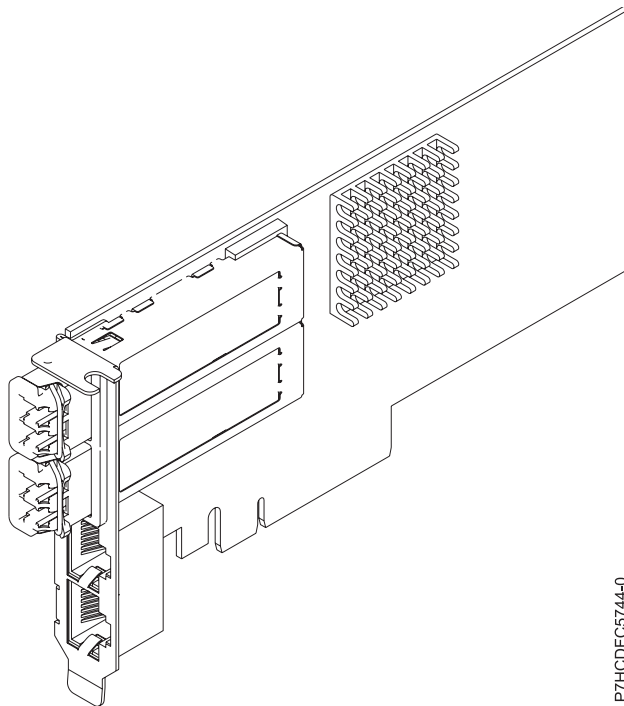

Figure 25. Carte PCIe2 2x10 GbE SR 2x1 GbE UTP
La carte PCIe2 2x10 GbE SR 2x1 GbE UTP est une carte PCI Express de deuxième génération, 4 ports Ethernet à connexion unifiée avec une interface de bus hôte PCI Express 2.0. Cette carte est optimisée pour l'informatique en nuage, la virtualisation, le stockage et les autres applications de centre de données. Cette carte comporte deux ports Ethernet 10 gigabits et deux ports Ethernet 1 gigabit. Les deux ports émetteurs-récepteurs SR (single root) SFP+ (small form-factor pluggable) 10 gigabits sont utilisés pour la connexion avec les autres serveurs ou commutateurs du réseau. Chaque port SFP+ (SR) fournit une connectivité Ethernet avec un débit nominal de 10 Gbps (gigabits par seconde) et utilise des câbles twinax SFP+ en cuivre pouvant atteindre une longueur maximale de 5 mètres. Chaque port RJ45 fournit une connectivité Ethernet avec un débit de 1 Gbps. Les fonctions d'agrégation de liaisons et de reprise en ligne de la carte sont idéales pour les applications réseau critiques qui nécessitent redondance et haute disponibilité. La figure 25 présente la carte FC 5745.